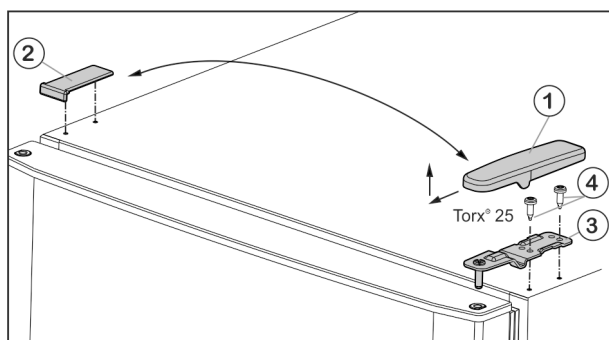

Fig. 5
- ▶ Kryt Fig. 5 (1) stáhněte dopředu a nahoru.
- ▶ Kryt Fig. 5 (2) zvedněte.
- ▶ Horní stojan ložiska Fig. 5 (3) odšroubujte (2 krát Torx® 25) Fig. 5 (4) a stáhněte nahoru.
- ▶ Horní stojan ložiska *Fig. 5 (3)* vložte na nové straně závěsu do dvířek.
- ▶ Horní stojan ložiska **pevně přišroubujte (4 Nm)** (2krát Torx® 25) *Fig. 5 (4)*. Popřípadě použijte akumulátorový šroubovák.
- ▶ Kryt *Fig. 5 (1)* na opačné straně zvenčí nasadíte a nechte zaklapnout.
- ▶ Kryt *Fig. 5 (2)* vždy na opačné straně shora nasadíte a nechte zaklapnout.